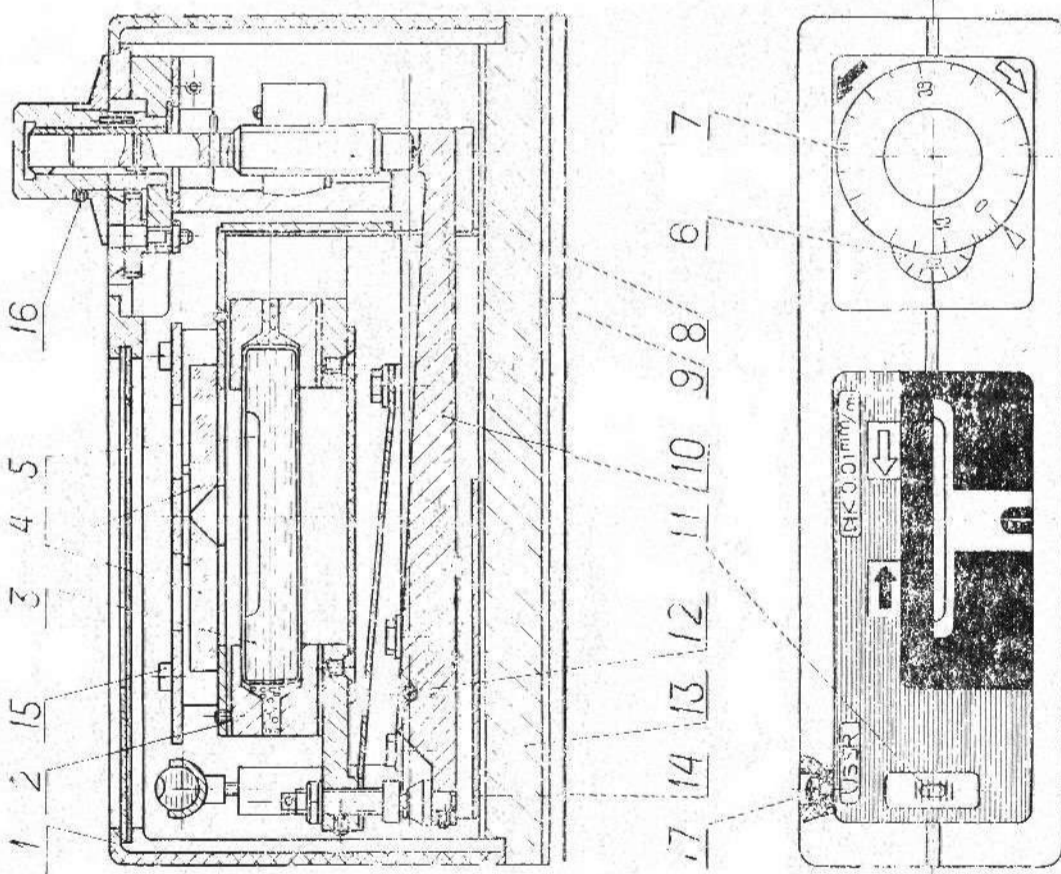
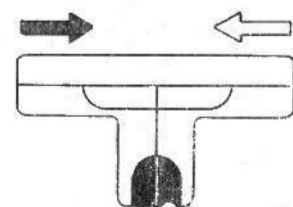

Рис. 1
Рис. 2
На основании уровня 13, (рис. 1), установлен рычажный механизм 10, ось рычага 12 подвижно установлена в призме основания. Корпус 2 ампулы 3 с оптической системой, состоящей из двух призм 4, подвешен на плоской пружине 9, которая крепится к основанию 13. Наклон корпуса 2 ампулы 3 осуществляется микровинтом 8 через рычажный механизм 10.
При этом изображения концов пузырька 5 ампулы 3 должны совпадать (рис. 2).
5.4. Проверить плавность хода микровинта 8 (см. рис. 1) вращением лимба 7, работу счетчика оборотов 6, перемещение пузырька 5 ампулы 3.
Через верхнее окно в кожухе 1 видно направление перемещения пузырька ампулы 3, (см. рис. 1). Если пузырек находится на стороне, обозначенной знаком « \leftarrow », то лимб 7 следует вращать по часовой стрелке. Во время вращения лимба следует следить за появлением пузырька в поле зрения нижнего поперечного окна. Когда обе половины пузырька становятся видимыми, продолжайте медленно вращать лимб до совпадения обеих половин пузырька ампулы (см. рис. 2). После этого произвести отчет по шкалам счетчика оборотов 6 (см. рис. 1), и лимба 7.